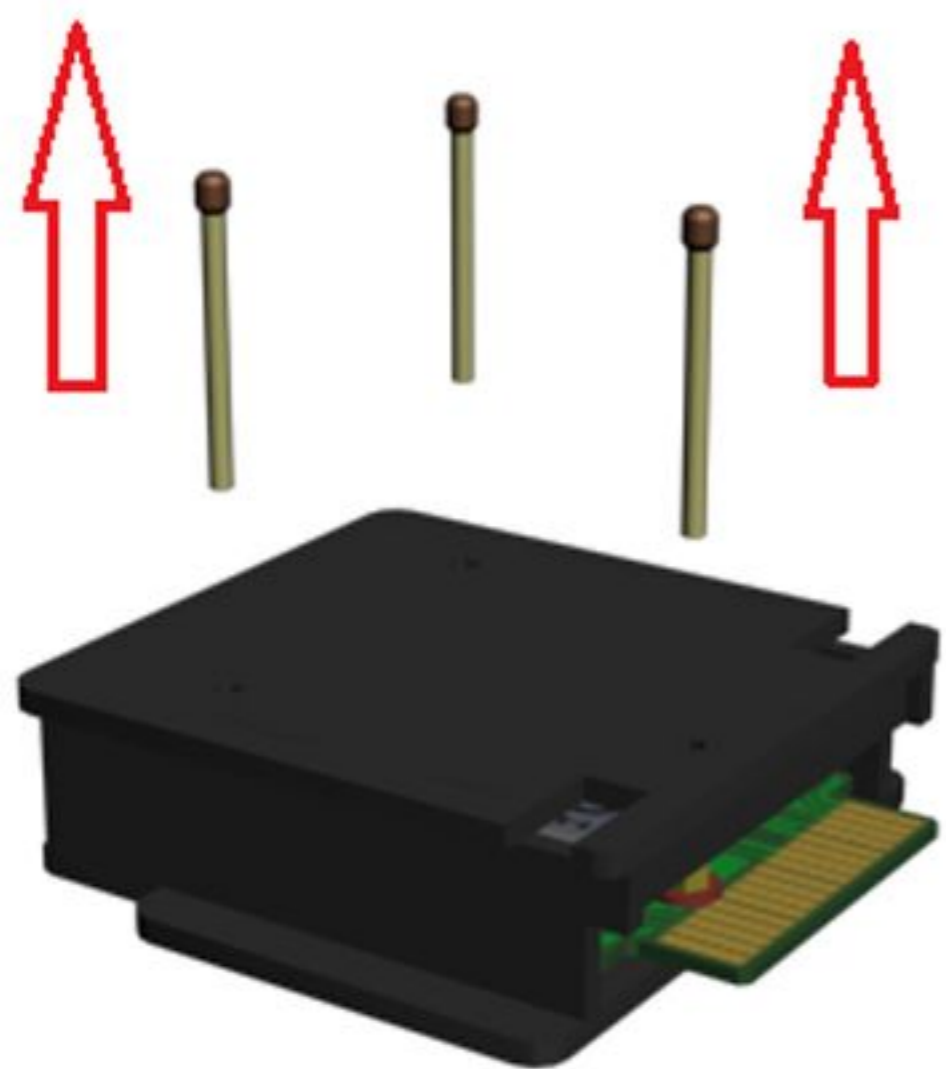
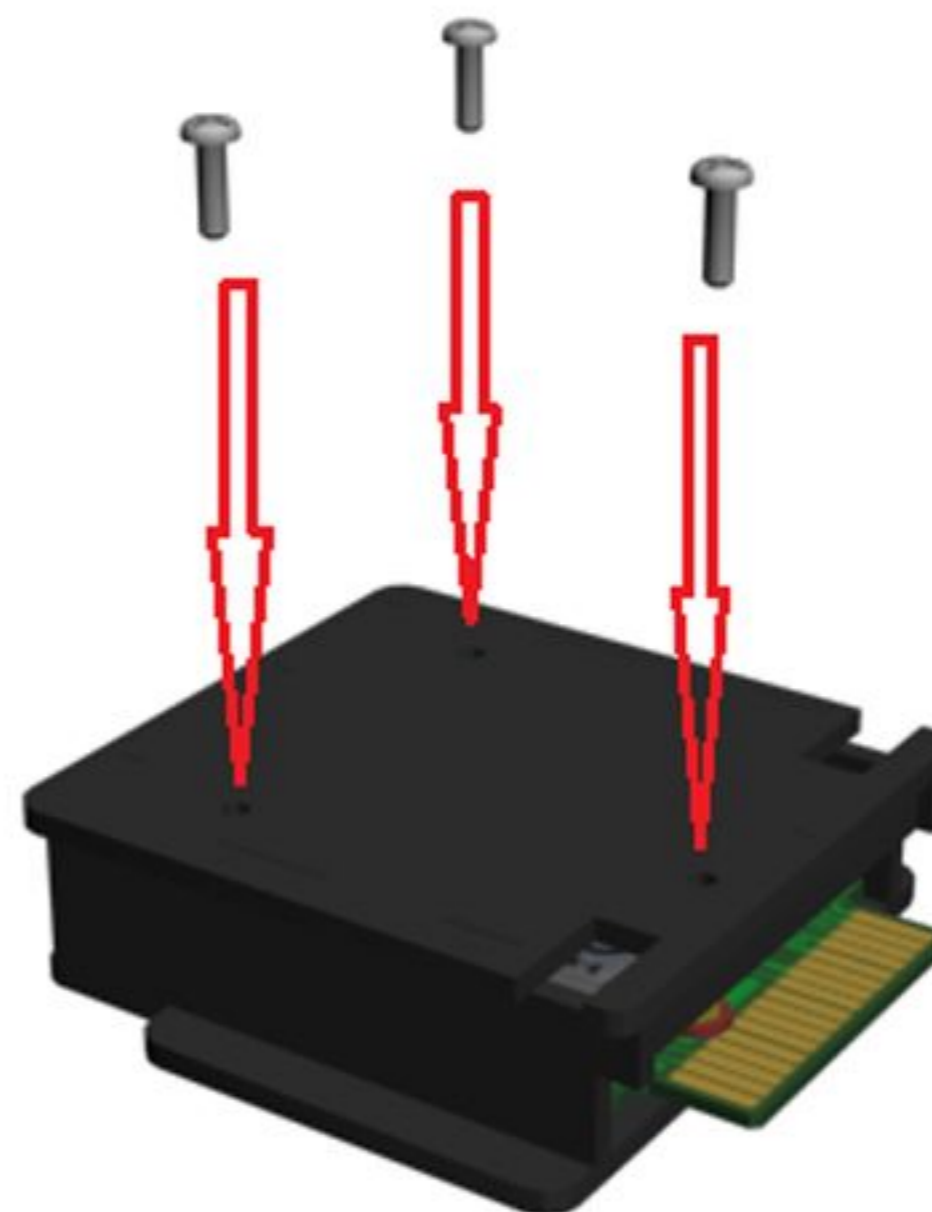

Рис. 15
Рис. 16
14. Извлекаем из отверстий направляющие (рис. 15). Завершающим этапом вкручиваем винты в отверстия (рис. 16)